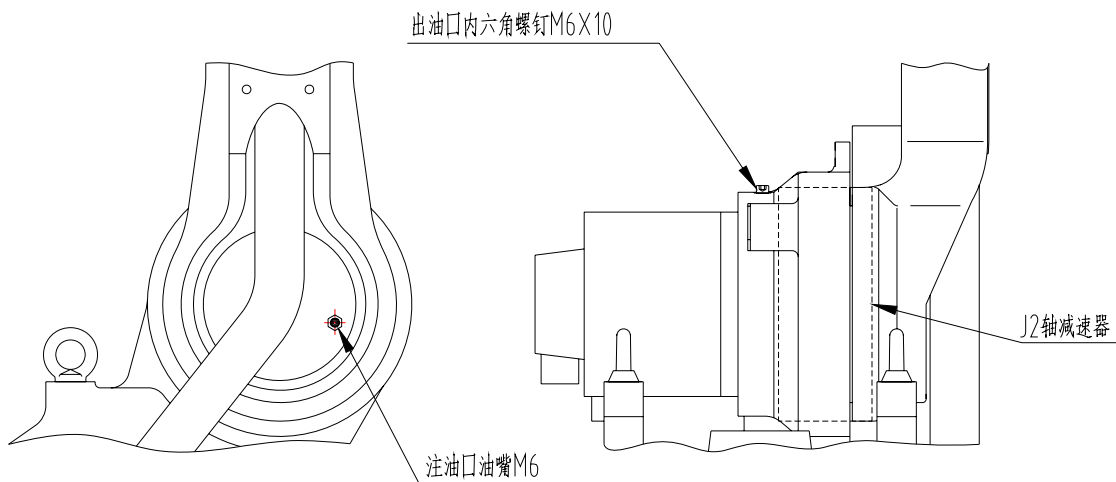

图 14 J2 轴减速机局部结构
(1) 油脂补充步骤（参考 图 14 J2 轴减速机局部结构）
- ④ 安装排油口堵塞前，运动 J2 轴几分钟，使多余的油脂从排油口排出；
- ⑤ 用布擦净从排油口排出的多余的油脂，在排油口安装堵塞。堵塞的螺纹处要缠生胶带并用扳手拧紧。
(2) 油脂更换步骤（参考 图 14 J2 轴减速机局部结构）